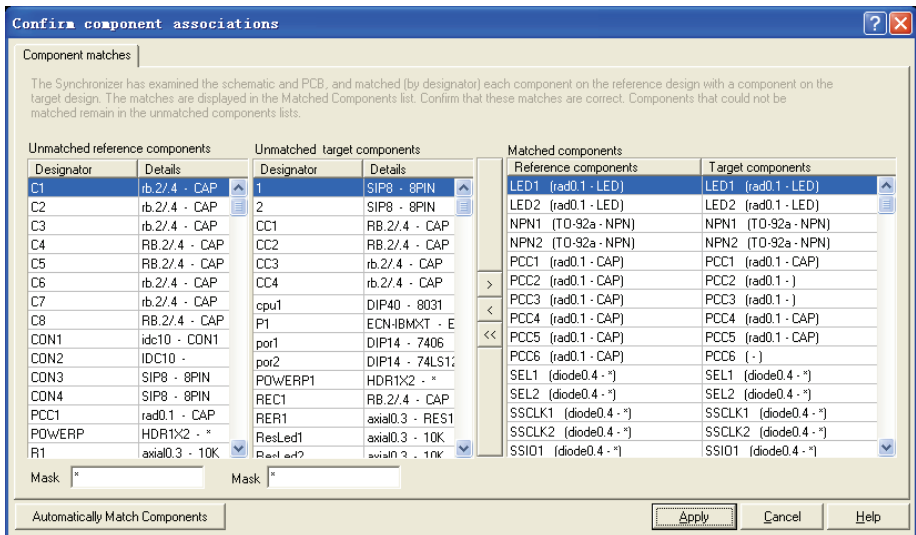

图 6-95 “Confirm component associations”对话框
② 接着单击“Execute”按钮，系统将弹出如图 6-95 所示的“Confirm component associations”对话框，从图中可以看出存在不匹配的元器件。